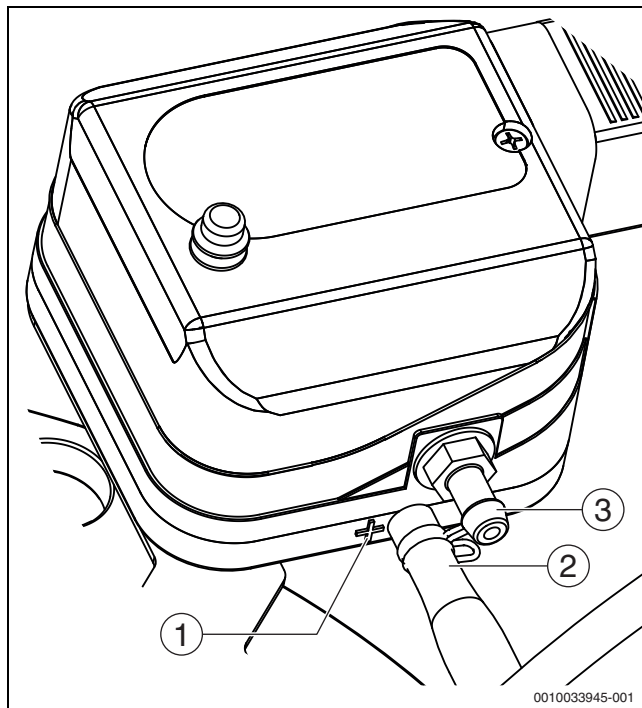

Bild 88 Detailansicht Druckwächter
- [6] Detail Anschluss Messleitungen (→ Bild 88)